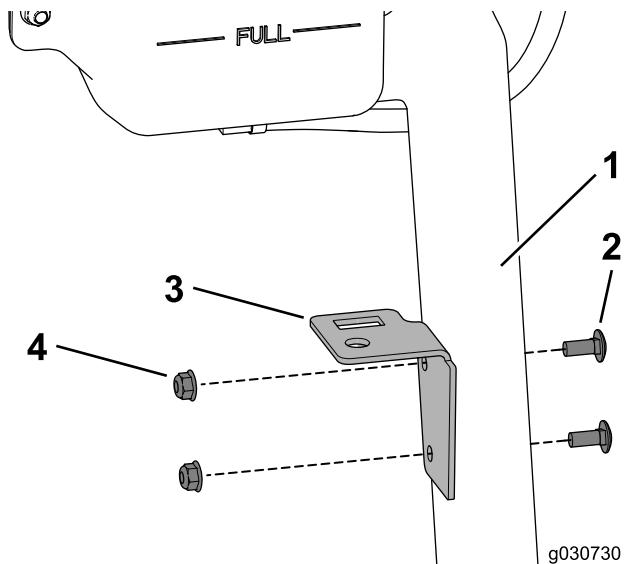

Figure 33
- Fixez la patte de montage du réservoir au support du réservoir de liquide de refroidissement à l'aide de 2 boulons de carrosserie (5/16 x 3/4 po) et 2 écrous à embase (5/16 po) (Figure 33)